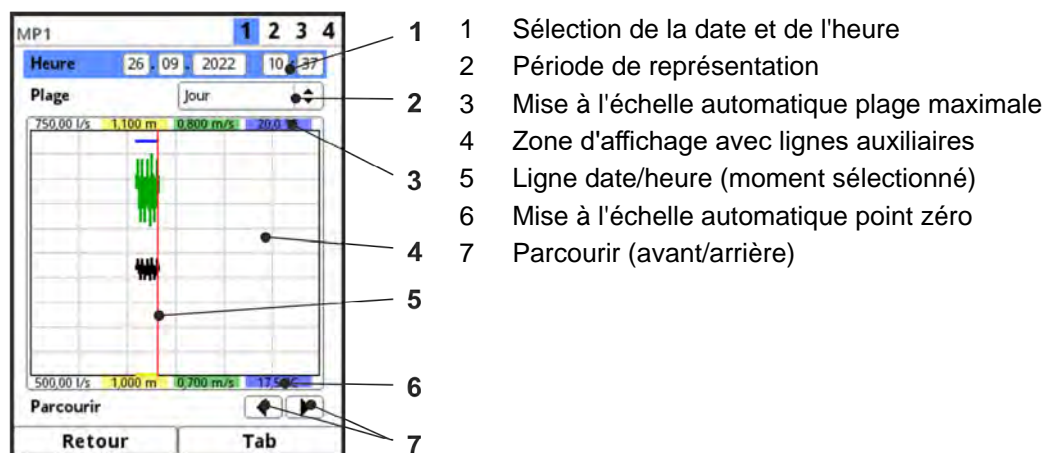

Fig. 41-2 Représentation de l'affichage des tendances
1. Sélectionner la plage souhaitée (période de représentation ; Fig. 41-2 point 2). La plage sélectionnée (jusqu'au moment actuel) est représentée. Pendant la représentation, les données de mesure ne sont pas actualisées automatiquement (les données de mesure actuelles sont affichées dans le tiers inférieur de l'affichage principal).
2. Si nécessaire, utiliser les flèches (Fig. 41-2 point 7) pour défiler vers l'avant et l'arrière en gardant le même réglage de l'affichage de base.
Dans la partie supérieure de la représentation se trouve la **sélection de la date et de l'heure** (Fig. 41-2 point 1). La ligne est surlignée en bleu et donc active.
L'écran affiche les données de mesure, en fonction de la plage réglée (Fig. 41-2 point 2), de la date sélectionnée.
La ligne verticale rouge (Fig. 41-2 point 5) se trouve sur le moment choisi (date et heure).
- ➡ Ce réglage s'effectue via la >Plage< (voir Fig. 41-2 point 2).